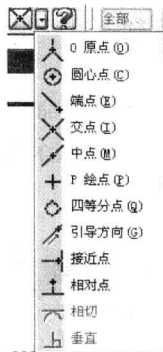

图 1-7 手动捕捉类型
5) ：手动捕捉功能。单击“手动捕捉”按钮，系统弹出如图 1-7 所示的手动捕捉类型的下拉列表，用户可以根据需要选择。